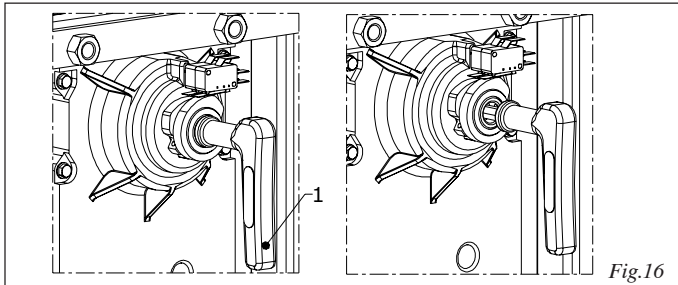

Fig.16
- Introduzcan la llave especial que se encuentra dentro del montante en el orificio de desbloqueo (fig.16 ref.1) y giren algunas vueltas en sentido antihorario hasta el tope mecánico.